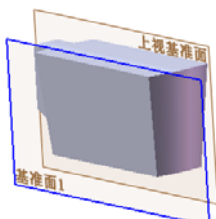
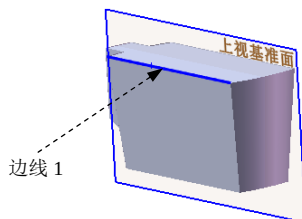

图 5.11.17 基准面 1
图 5.11.18 选取边线 1
Step11. 创建图 5.11.17 所示的基准面 1。选择下拉菜单 **插入(I)** → **参考几何体(G)** → **基准面(E)...** 命令，系统弹出“基准面”对话框；在 **第一参考** 下选择上视基准面，在 的文本框中输入数值 0；在 **第二参考** 下选取图 5.11.18 所示的边线 1；单击对话框中的 按钮，完成基准面 1 的创建。